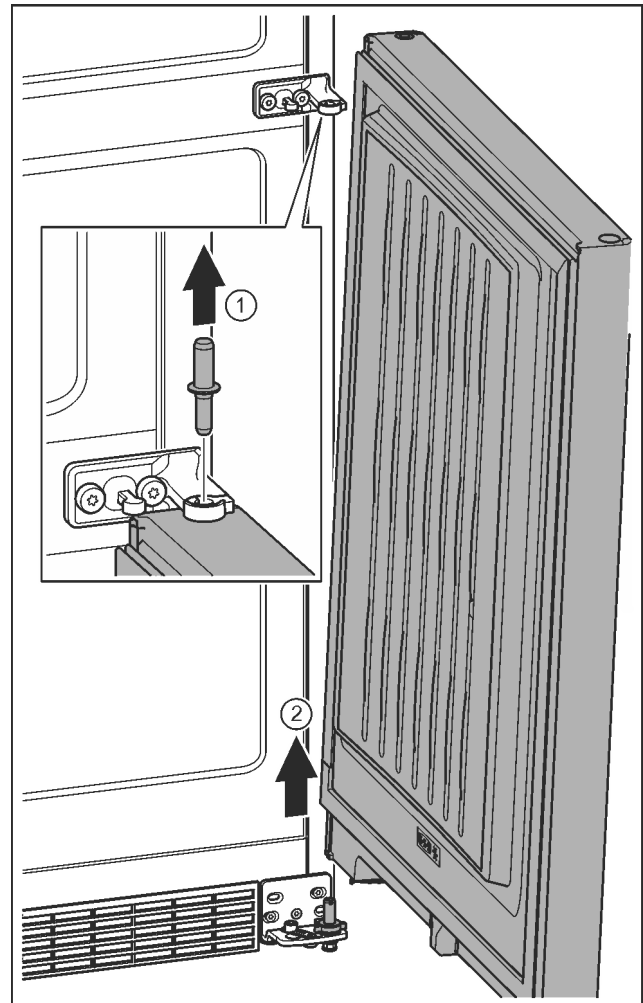

Fig. 12
- ▶ Felfelé húzza ki a csapszeget. Fig. 12 (1)
- ▶ Az ajtót fordítsa ki, húzza fel, és tegye félre. Fig. 12 (2)